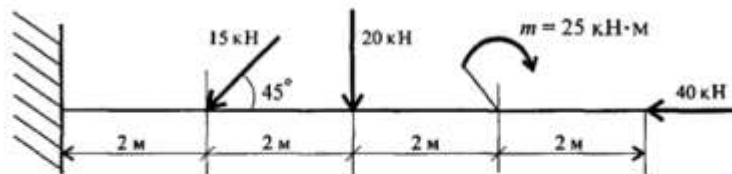

Рис. 6.11
5. Определите реактивный момент в заделке одноопорной балки, изображенной на схеме (рис. 6.11).